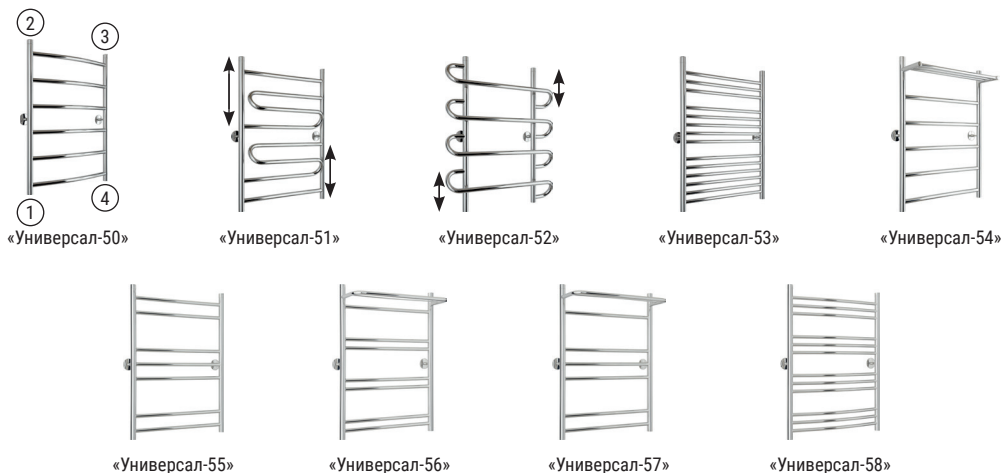

Рис.1
- 4.1. Схема стандартного подключения к системе ГВС (рис. 1). Подключение осуществляется по схеме: 1-4; 1-3; 2-4; 2-1; 3-4.
6.1. Подключение полотенцесушителя к системе ГВС осуществляется параллельно к основной магистрали (рис. 1 и п. 4).